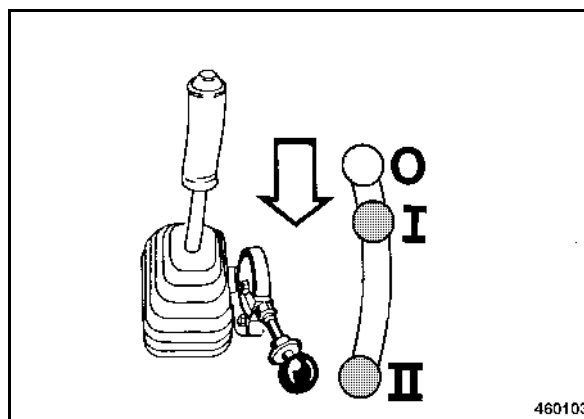

fig. 56
- Déplacer le levier de réglage du régime du moteur (fig. 56) sur position pleine charge "I" ou "II" et l'enclencher.